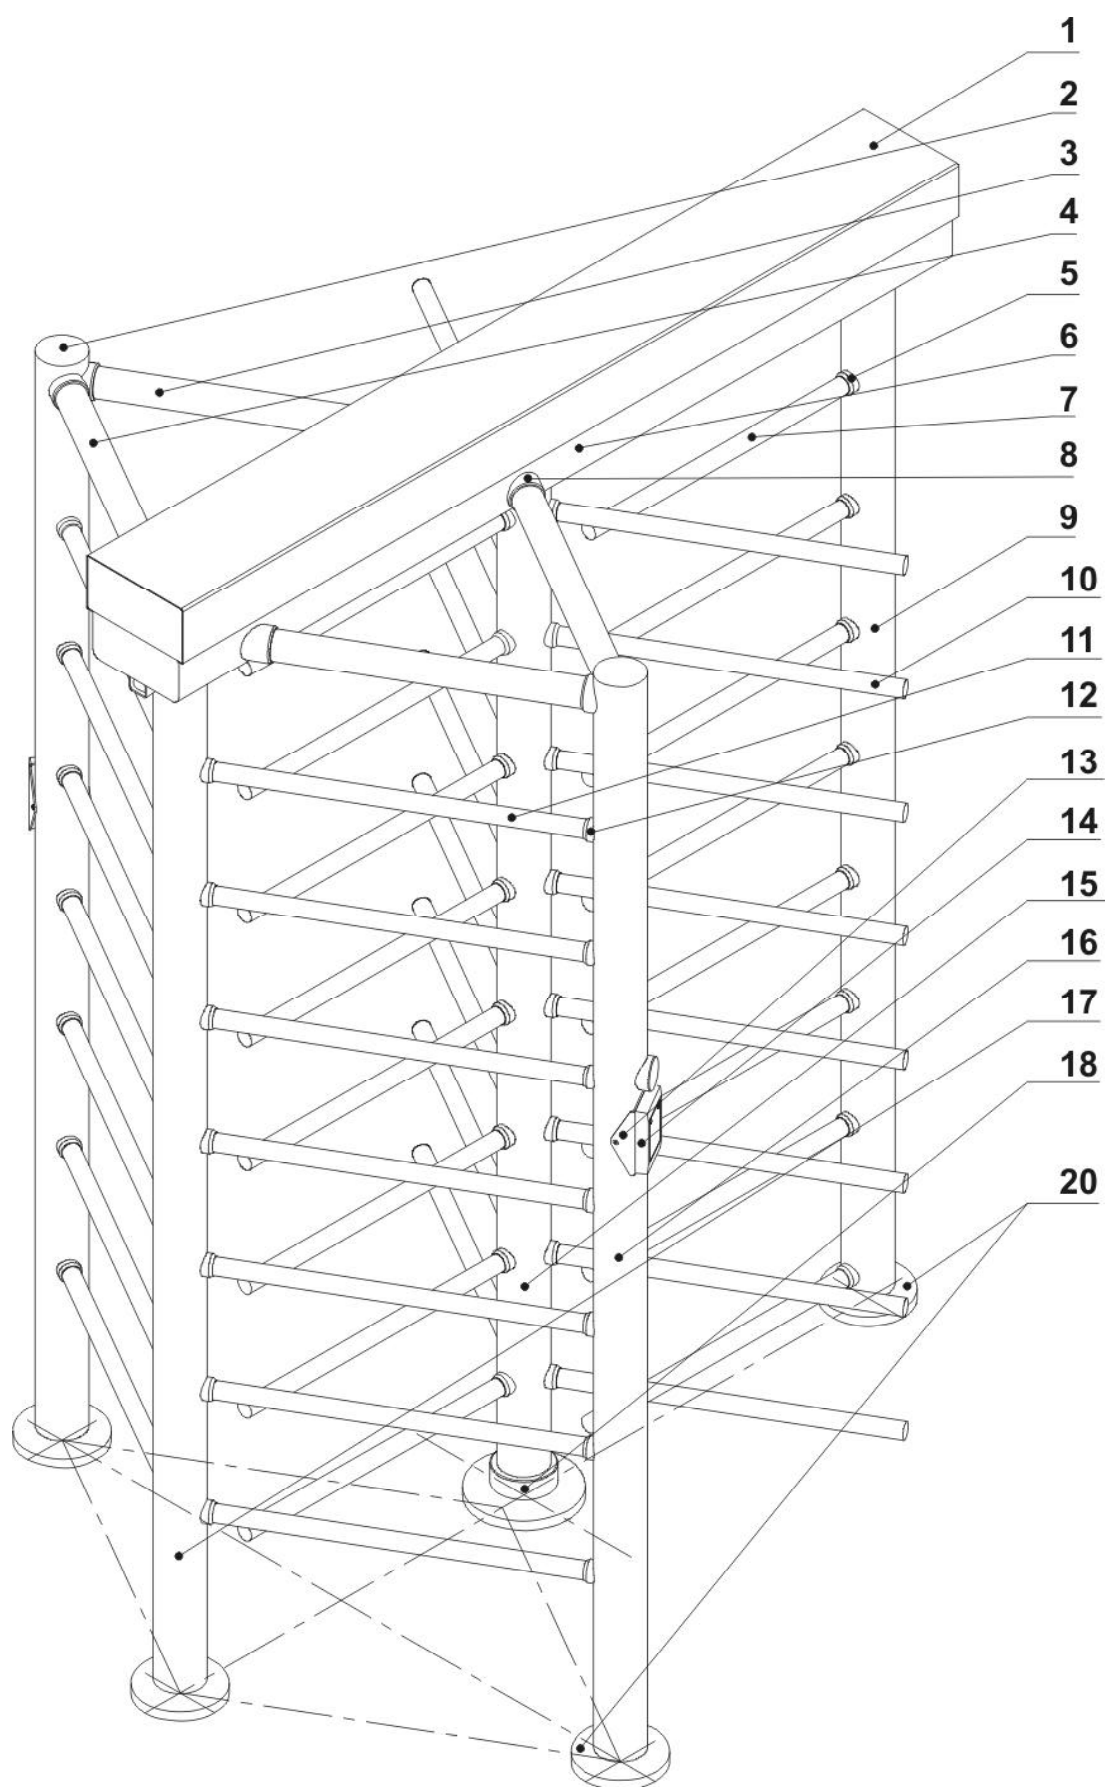

Рис. 2. Сборочный чертеж.
— установите в рабочее положение несущую балку турникета (поз. 6), в соответствии с рис. 2, используя две стремянки, и зафиксируйте ее положение болтами через накладки фланцы — на стойках, болтами через накладки (поз. 8) и уголки — на стяжках (поз. 3, 4).
- Рис. 2. Сборочный чертеж.